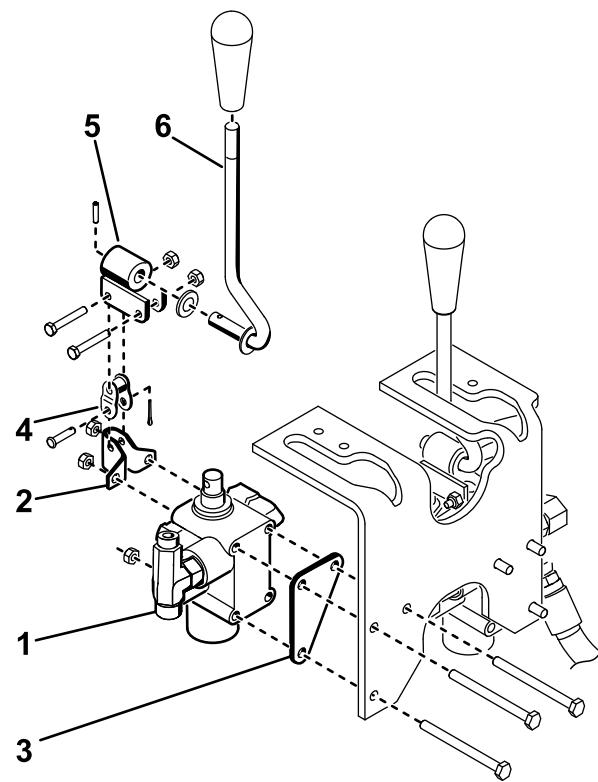

图 10
5. 使用 2 个螺栓 #10 x 1-1/4 英寸和 2 个锁紧螺母将枢轴杆总成松动地安装到阀芯和偏置链节上图 10。